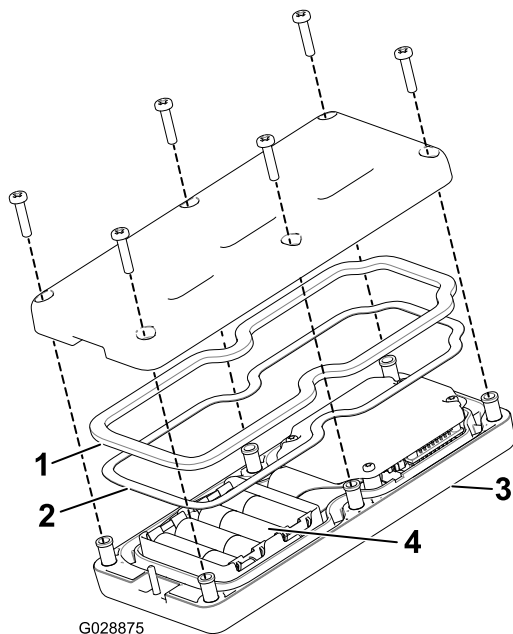

Figura 18
2. Montați bateriile în compartimentul acestora, respectând polaritatea corectă. Compartimentul este gravat cu marcaje privind polaritate pentru fiecare bornă (Figura 18).
3. Asigurați-vă că garnitura din oel i cea din cauciuc sunt aezate în canalul telecomenzii portabile i puneți la loc capacul spate (Figura 18).
4. Fixați capacul cu 6 uruburi (Figura 18) i strângeți-le la un cuplu de 1,5 - 1,7 Nm.